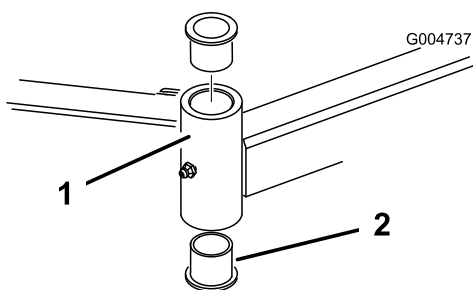

Figura 106
4. Inserte un botador fino en la parte superior o inferior del tubo de montaje y dé golpes hasta que salga el casquillo del tubo (Figura 106).